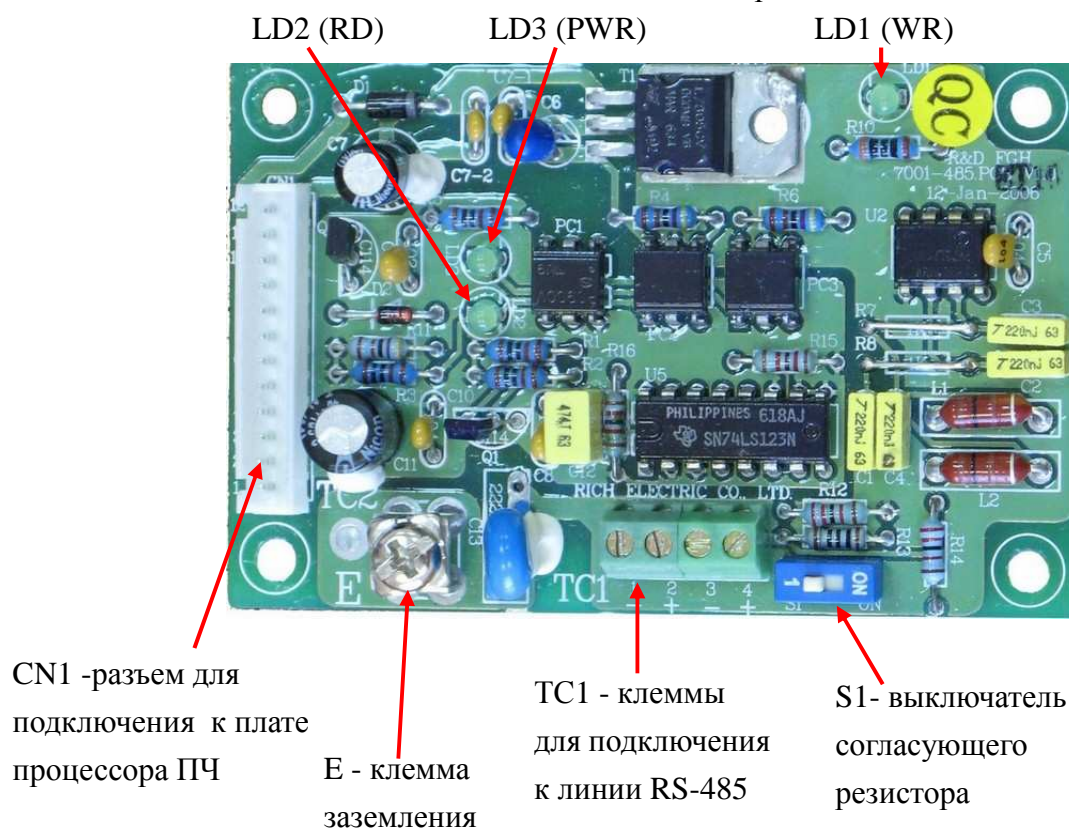

Рис.1. Модуль PCB-RS485A-1
4.1. Внешний вид модуля приведен на рис.1.
| Позиц. обозначение | Обозначение на рис.1 | Цвет    | Состояние  |